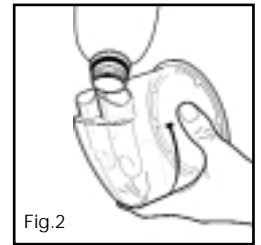

Fig.2
5. Llenar la cámara hasta la línea de agua con agua destilada. (Fig. 2). No llene nunca la cámara a través del puerto conector del tubo calentado. Cuando mueva su el equipo, asegúrese de que la cámara de agua se encuentre vacía. Los fallos de la máquina debidos a daños provocados por agua no están cubiertas por la garantía.